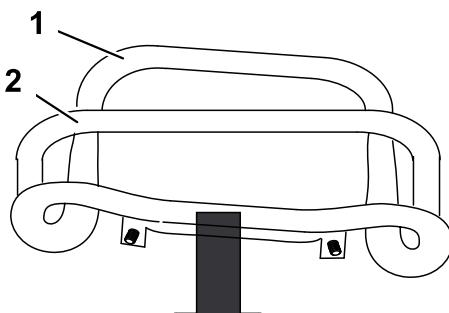

Figura 66
3. Tire hacia atrás del control de tracción hasta que la parte delantera del control entre en contacto con la barra de referencia (Figura 66).